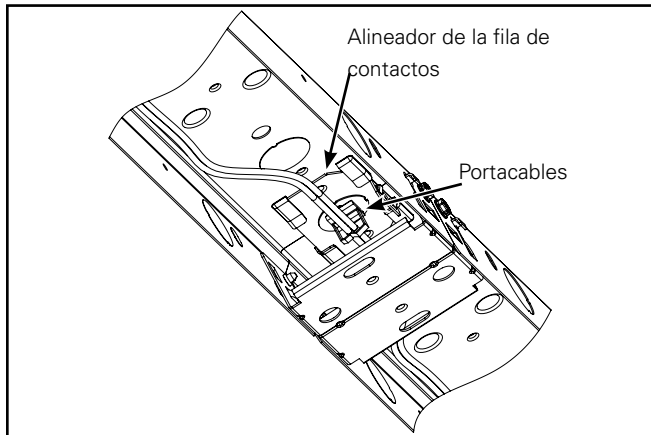

Figura 5.
6. Inserte el arnés en el portacasquillo si corresponde (Figura 5.).